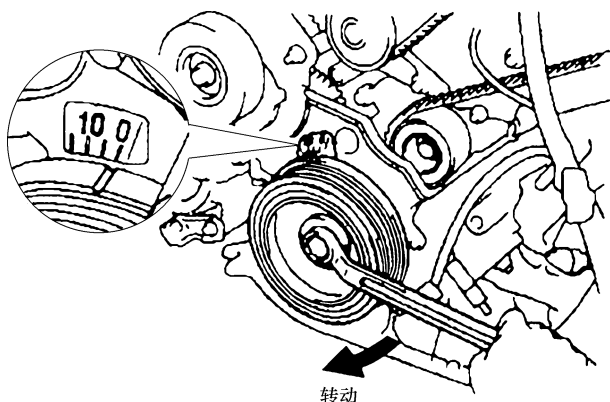

图 24-26 对准正时标记
① 转动曲轴带轮, 并将它的槽口和1号正时带罩的正时标记“0”对齐, 如图24-26所示。